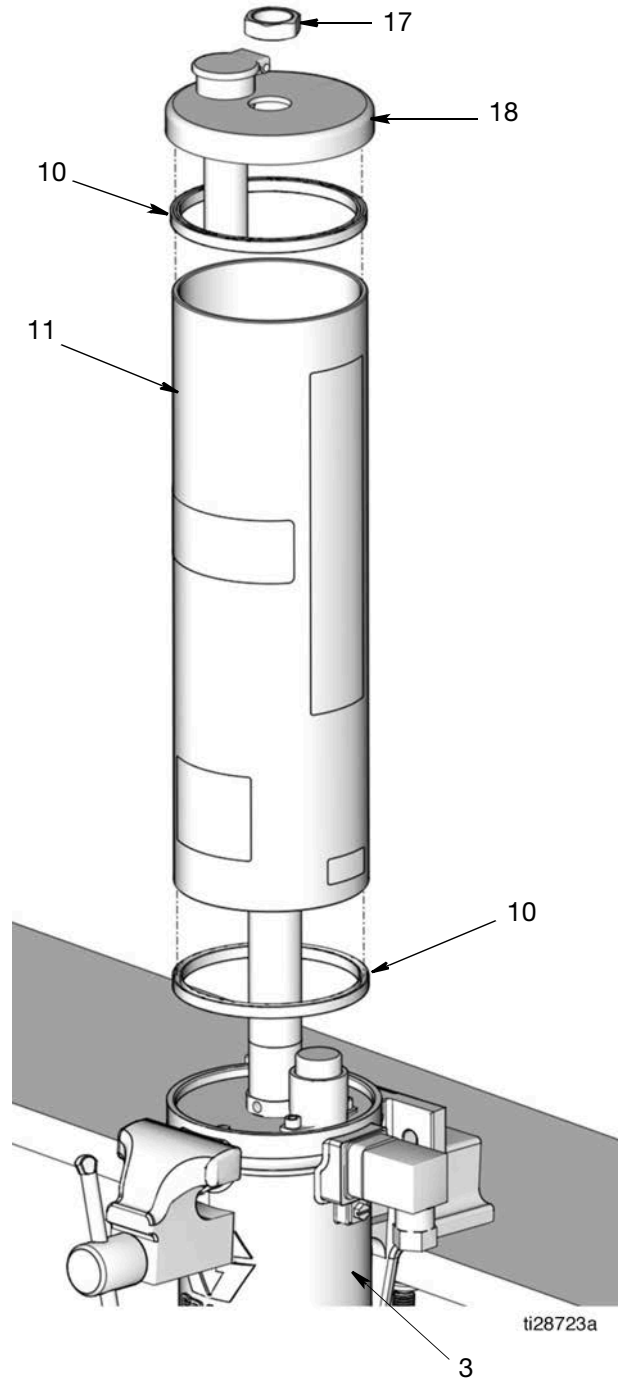

图 15
10. 从液箱 (11) 上拆下盖子 (18)。
11. 从气动马达气缸 (3) 上拆下液箱 (11) (图 15)。如果更换液箱垫圈 (10)，从液箱上拆下垫圈。根据正确处置的所有相关规定，处置垫圈。